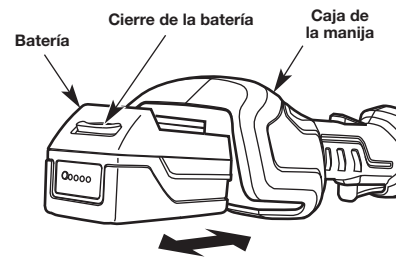

Fig. 9
1. Alinee la lengüeta de la batería con la cavidad en la empuñadura (Fig. 9).
1. Presione el botón de cierre de la batería y manténgalo oprimido (Fig. 9).
1. Ajuste la batería en la cavidad de la empuñadura (Fig. 9). Remítase a *Instalación de la batería*.